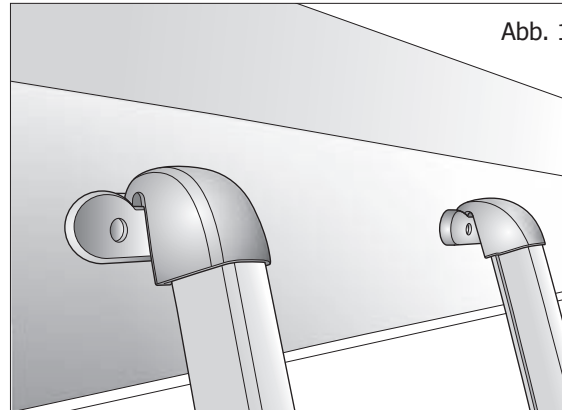

Abb. 1
Um das Querbett in eine Dinette umzuwandeln, müssen zuerst der Tisch (Abb. 1 und 2) abgesenkt und anschließend die Verlängerung aus Holz (Abb. 3) und die Kissen (Abb. 4 und 5) angebracht werden.
- Um die erhöht liegenden Betten zu erreichen, die Leiter (Abb. 1) an den dafür vorgesehenen Halterungen **A** befestigen, die frontal zum dem zu erreichenden Bereich liegen (Abb. 2)
Die auf dem Doppelfußboden vorhandenen Schränke (Abb. 1) werden verwendet, um zusätzliche Lasten im Van unterzubringen, ohne dass diese Platz wegnehmen.
Wenn die Schränke herausgenommen werden, müssen zum Absenken der Klappbetten die beiden Stahlträger **A** (Abb. 1) durch Einfügen in die Kunststoffhalterungen **B** (Abb. 2) angebracht werden. Durch Herausnehmen der Schränke, des Doppelfußbodens und der Stahlträger wird die maximale begehbare Oberfläche erzielt. (Abb. 4).